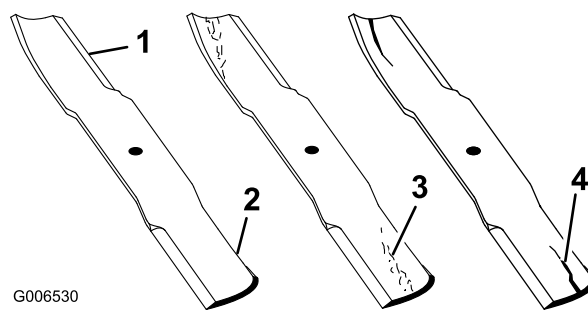

Figure 78
1. Examinez le tranchant des lames (Figure 78). Si les lames ne sont pas tranchantes ou si elles présentent des indentations, déposez-les et aiguisiez-les (voir Aiguisage des lames).
2. Inspectez les lames, surtout la partie relevée. Remplacez immédiatement toute lame fendue, usée ou qui présente une entaille (Figure 78).